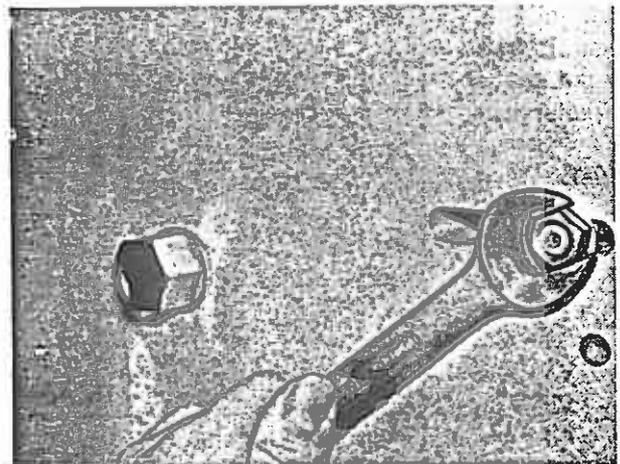

Bild 62
3. Klemmutter lösen (Bild 62), Kettenspanner so weit verschieben, bis die erforderliche Kettenspannung erreicht ist, dann Klemmutter wieder festziehen.